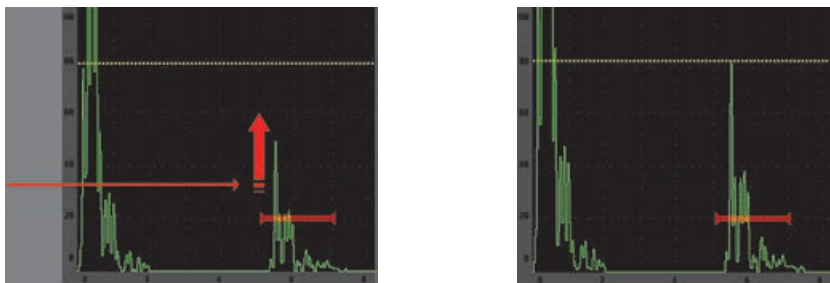

Figura 2-8 Recursos do AUTO XX%
- Pressionar [2ND F], (AUTO XX%) ativa a função AUTO XX% que ajusta o ganho automaticamente, com o objetivo de definir a amplitude do eco fechado para XX% da altura da tela cheia (o valor padrão é de 80%). (veja Figura 2-8 na página 37.)